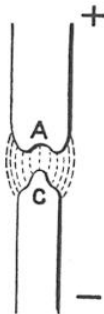

FIG. 10.
a) L'arc entre charbons, alimenté par du continu (fig. 10), donne lieu, sur l'anode *A*, à un cratère très lumineux, qui possède la température de volatilisation du charbon (3.600° C) et d'où proviennent les 85 centièmes de la lumière émise : il y a donc prédominance de l'incandescence sur la luminescence. Cet arc peut fonctionner sur l'alternatif, mais le rendement lumineux est bien moins bon.
b) L'arc à flamme a eu une certaine vogue ; tout le monde a aperçu ces grosses boules, qui vous aveuglent par une lumière d'un jaune violent à l'entrée de certains bars. L'arc à flamme a la même forme (fig. 10) que l'arc ordinaire, mais les charbons ont été forés (suivant la longueur) par un trou où on a comprimé de la craie pulvérisée ou des corps analogues. La gaine *AC* fournit maintenant les 85 centièmes de la lumière globale : il y a par suite, ici, prédominance de la luminescence sur l'incandescence.